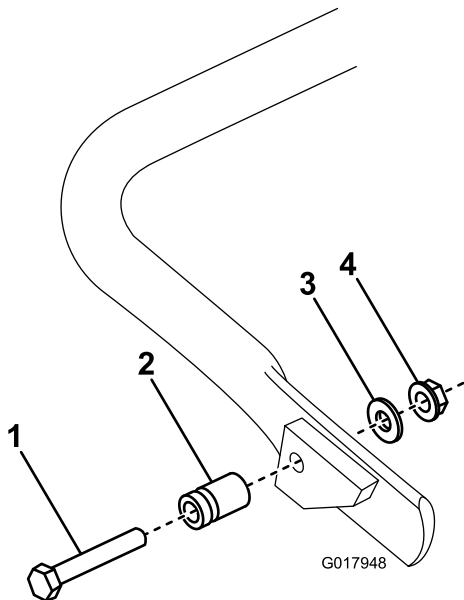

Figura 5
- 1. En el Modelo 04056 solamente, conecte el anclaje del muelle al lado derecho del caballete (Figura 5) usando el perno, la arandela y la tuerca con arandela prensada suministrados.